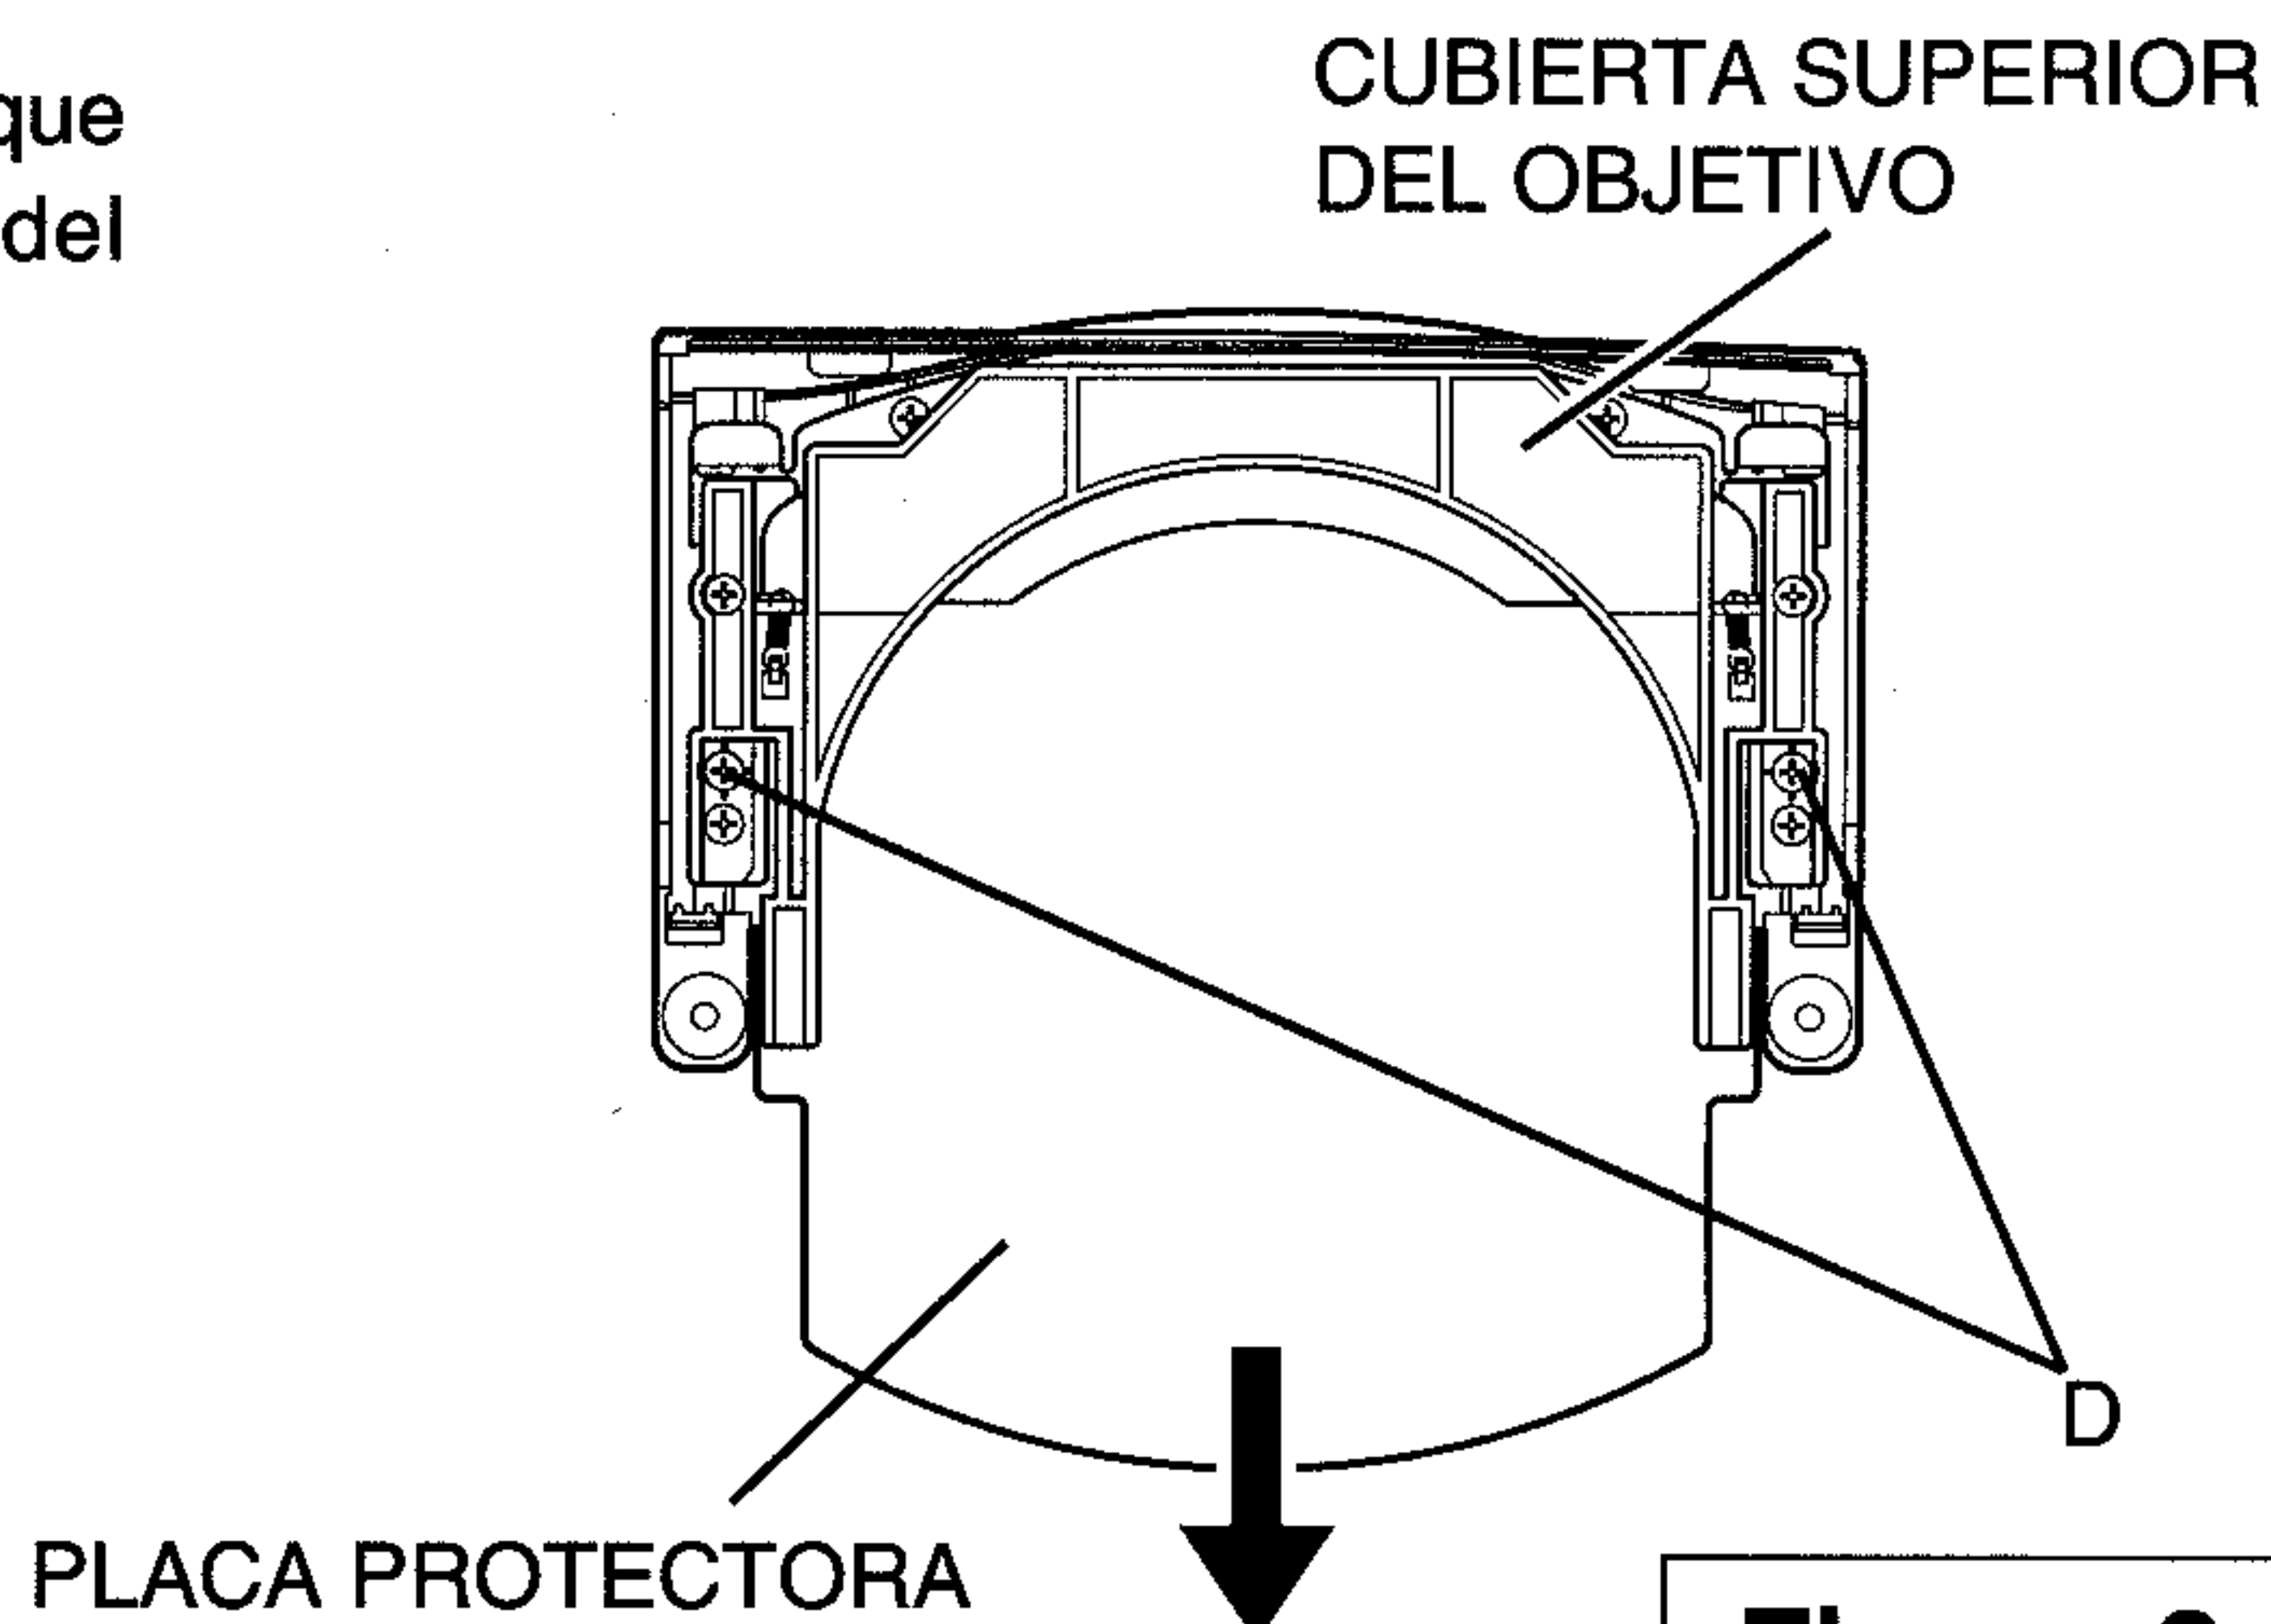

Figura 3
- 3 Retire los 2 tornillos D y la placa protectora que se encuentra atrás de la cubierta superior del objetivo. (Consulte la figura 3.)